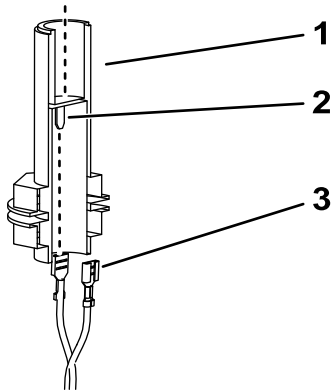

Bild 4
6. Schließen Sie die freien Anschlüsse am Kabelbaum der Rundumleuchte an die Kabelschuhe der Rundumleuchtenfassung an (**Bild 4**).